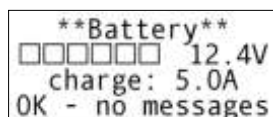

ilustración 3
1. Pantalla principal (ilustración 3)